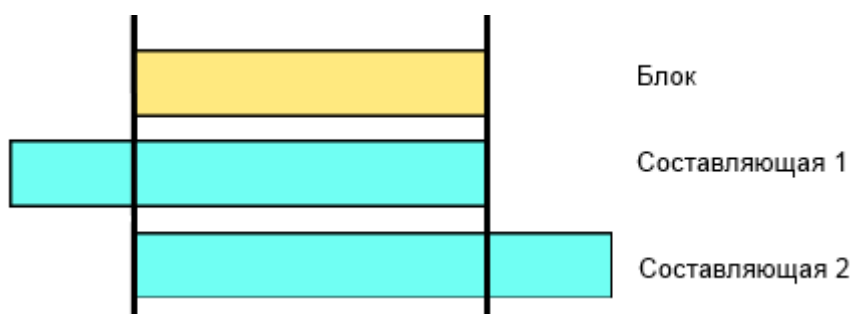

Рисунок 13.44 – Заявки на блок и составляющие, сроки ремонта которых пересекаются со сроком ремонта блока
- 3) Поданы заявки на блок и составляющие, сроки ремонта которых пересекаются со сроком ремонта блока (Рисунок 13.44), при этом: